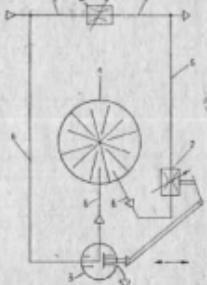

Рис. 3. Схема принципиальная пневматическая испарителя «Аnestезист-1»:
4.2. Работу испарителя и путь газовой смеси можно проследить по принципиальной пневматической схеме испарителя (рис. 3). Поток газа-носителя, поступающий в испаритель, делится на две части: первая часть потока проходит через кран 4 байпаса (обходного канала) 5 на выход испарителя, вторая часть через нулевой клапан 3 сначала проходит в камеру испарения 1, где насыщается парами наркотизирующего средства, затем через отверстие регулировочного крана 2 на выход испарителя, где смешивается с первой частью
Регулировочный кран 2 (см. рис. 3) содержит 11 калиброванных отверстий различного диаметра и 12-е нулевое положение, которое механически связано с нулевым клапаном 3. При установке регулировочного крана на нулевое положение нулевой клапан 3 закрывает линию подачи газа 6, а камеру испарения сообщает с атмосферой. Таким образом, газ-носитель проходит только через кран 4. Кран 4 байпаса 5 состоит из двух ступеней различного диаметра.